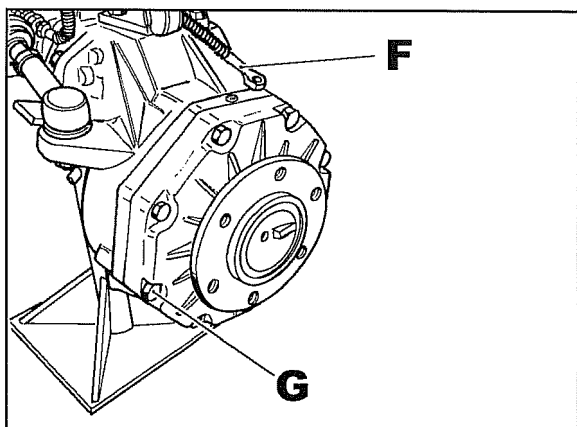

Fig. 22
- 31 Desprender o tubo **F** fig. 22 de envio de óleo para a massa de travagem.
- 32 Depois de ter preparado um recipiente para a recolha do óleo, desmontar as massas tirando os parafusos **G** fig. 22.